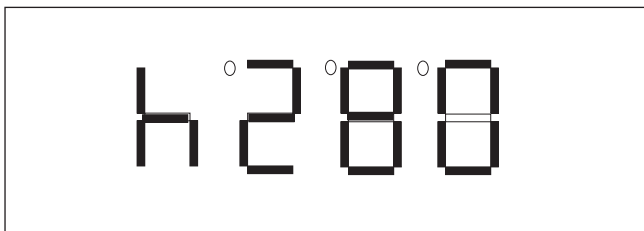

Рисунок 8 - Настройка нижнего уровня напряжения
- 2) В режиме «Нижний уровень напряжения» используйте кнопку «+» или «-» для изменения значения, при достижении которого Устройство отключит двигатель. Заводская настройка нижнего порога – 280 В (см. рисунок 8).